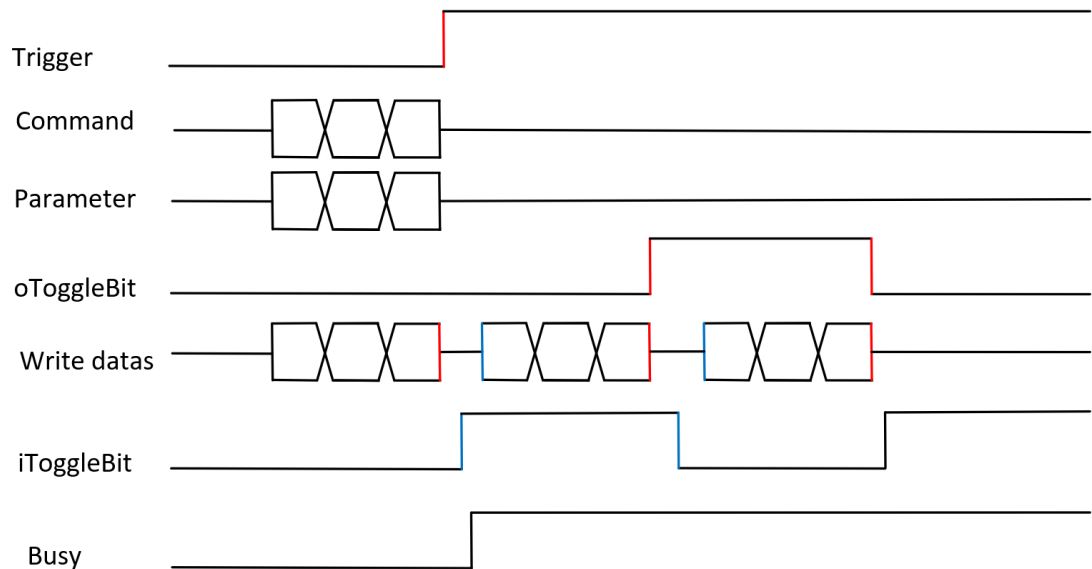

图 6-4 RFID 长数据分包传输时序图
③长数据分包传输。在实际应用的过程中，可能存在一次无法传输完数据的情况，此时需要分包进行传输。以 PLC 启动长数据传输为例，时序图如图 6-4 所示：